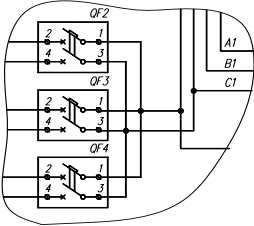

Рис. 1.7
9. Подключение сателлита к установке/колонке топливозаборочной по рис. 1.7.